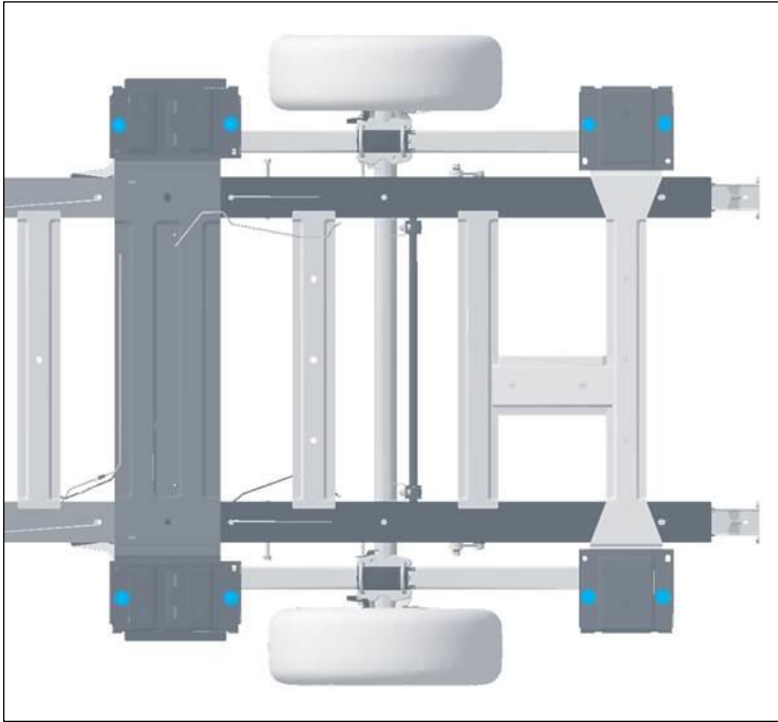

Fig. 7: autotelaio Crafter a telaio piano - punti consentiti per collegamenti a vite (rappresentazione schematica della superficie del telaio)
- In caso di ulteriori collegamenti a vite sugli alloggiamenti delle molle a balestra si devono usare solo i fori esterni. (Vedi fig. 7 Punti consentiti per collegamenti a vite)